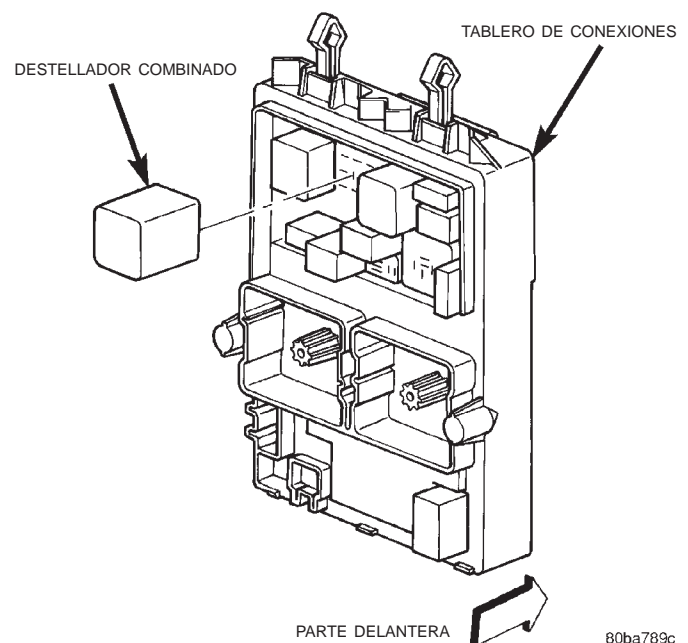

Fig. 4 Tablero de conexiones
(1) Desconecte y aisle el cable negativo de la batería.
(2) Retire la cubierta de abertura de la columna de dirección del tablero de instrumentos. Para informarse sobre los procedimientos, consulte **Cubierta de abertura de la columna de dirección** en la sección Desmontaje e instalación del grupo 8E, Sistemas del tablero de instrumentos.
(3) El relé de desempañador de luneta trasera está situado en el lado derecho del destellador combinado, en el tablero de conexiones (Fig. 4).